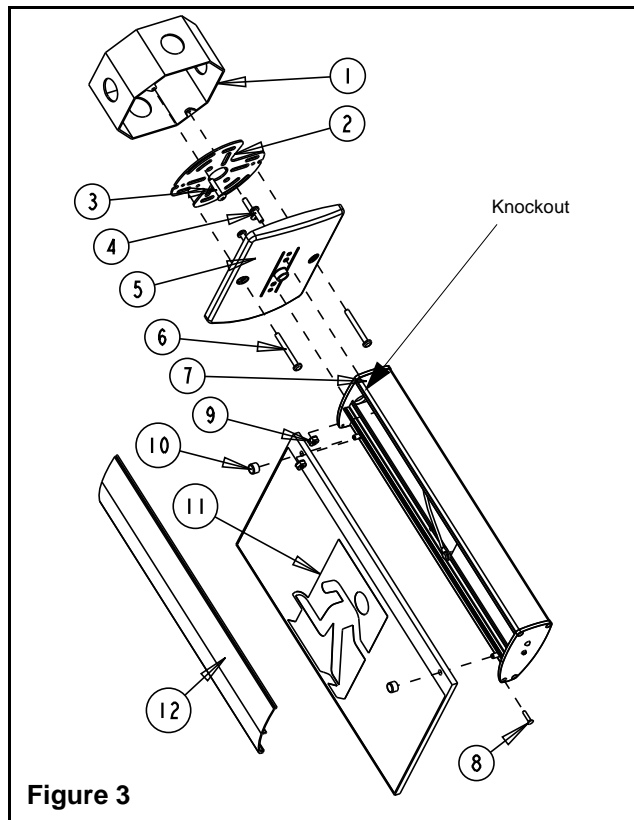
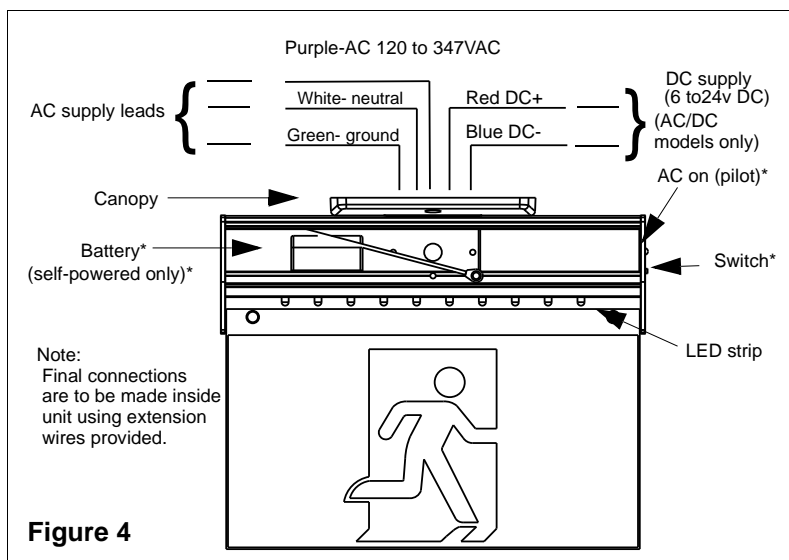

Figure 3
Figure 4
a. Pour le montage en extrémité: enlever les trous défonçables situés sur le bout de l'unité à l'aide d'un tournevis (voir fig. 3).
b. Visser le pavillon au boîtier à l'aide des vis courtes (6) et des écrous (9).
c. Projonger les fils d'alimentation avec les fils d'extension fournis (suivre le câblage électrique sur le figure 4).
f. Fixer l'assemblage pavillon/enseigne à la plaque de montage à l'aide des longues vis (6).